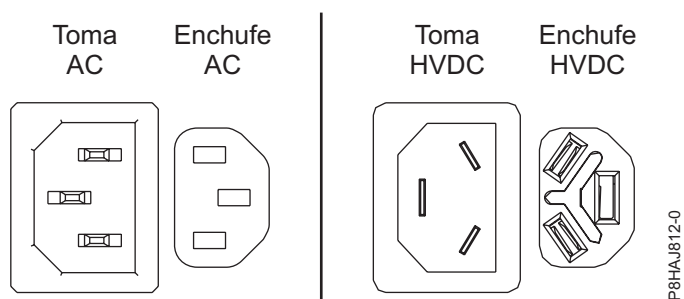
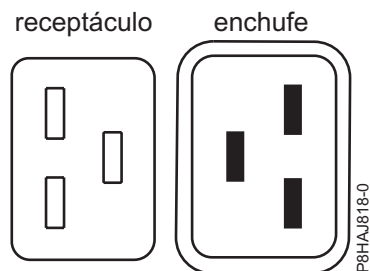
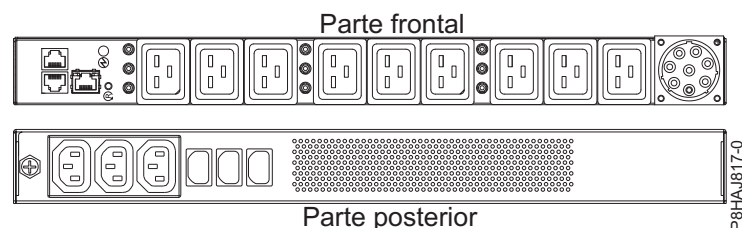

Figura 33. Conectores CA y HVDC
Figura 34. Conectores para el sistema 8408-44E
Figura 35. PDU para el sistema 8408-44E
En Figura 33 se muestran los conectores admitidos de corriente alterna (CA) y de corriente directa de alto voltaje (HVDC). En Figura 34 y en Figura 35 se muestran los conectores admitidos y la unidad de distribución de alimentación (PDU) para 8408-44E.